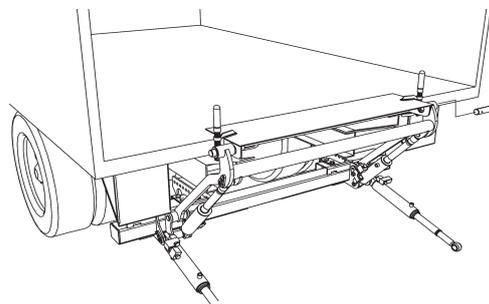

Abbildung 22. Montagevorrichtung
6. Der Hubträger sollte innerhalb des angegebenen C-Maßes so hoch wie möglich platziert werden. Hubträger auf die Ideallhöhe unter dem Rahmen einstellen. Verpackung der Ladebordwand und Gabelstapler verwenden, siehe Abbildung 22. Der Hubträger muss parallel zum Boden des Aufbaus ausgerichtet sein und darf nicht am Rahmen des Fahrzeugs anliegen. Es muss ein Zwischenraum von einigen Millimetern vorhanden sein. Bei Bedarf die Winkel der Arme nachstellen. Dafür die Bordwand vorsichtig betätigen.